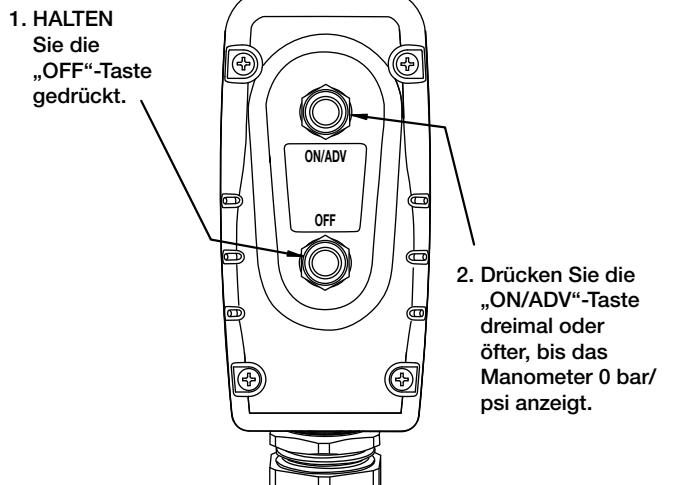

Abb. 7, Verringern des Drucks (mithilfe der Fernbedienungstasten)
- Halten Sie die „OFF“-Taste gedrückt. Siehe Abb. 7.
- Halten Sie die „OFF“-Taste weiterhin gedrückt und drücken Sie die „ON/ADV“-Taste dreimal oder öfter, bis das Manometer null (0) bar/psi anzeigt.. Die Schläuche können jetzt entfernt werden.